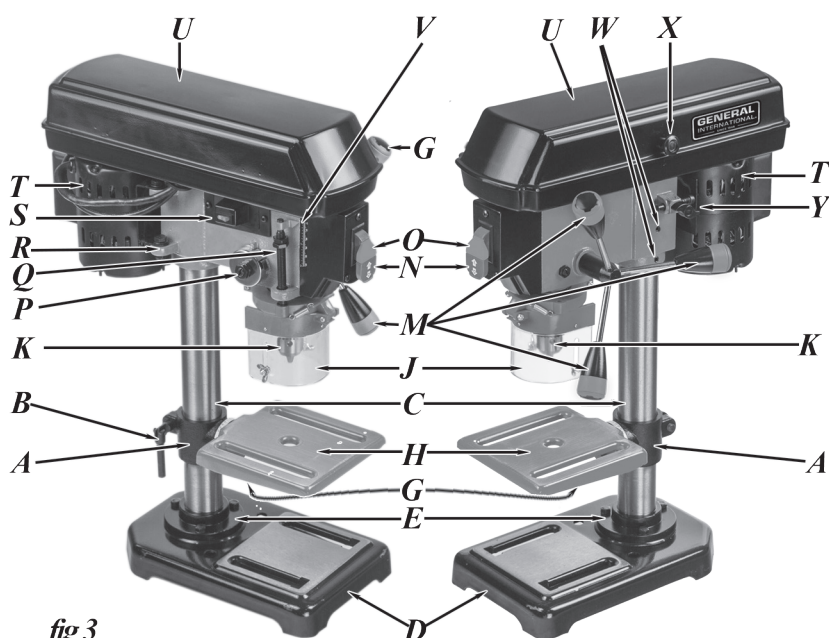

fig.3
6. À l'aide d'une clé hexagonale de 4 mm (Allen), fixer l'ensemble de la tête en place par serrant la tête verrouiller les vis de réglage (de W, fig 3) sur le côté droit de la tête.
12. Installez une M5 x 12 vis à tête cylindrique à l'intérieur de la couverture poulie à travers le trou et fixer la poignée (X, fig 3) de l'extérieur.
13. Fixer le garde du mandrin (J, fig 3) à la partie inférieure exposée du tube de fourreau. Ne pas trop serrer.
1. Repérez l'interrupteur du laser (T, fig 3) sur le côté gauche de la tête.
2. Pour déplacer la courroie, desserrez le bouton de verrouillage de la tension de la courroie (Y, fig 3) sur le coté droit de l'ensemble de tête, et à faire pivoter le moteur vers l'avant de sorte de réduire la distance entre poulie moteur et l'arbre de poulie.
6. Insérez la mèche dans le mandrin (K, fig 3) assez loin pour obtenir un maximum prise des mâchoires du mandrin. Assurez-vous que la mèche est centrée dans le mandrin.
11. La profondeur de forage peut être contrôlée en observant l'indicateur et échelle de profondeur (V de la fig 3), sur le côté gauche de la tête de la perceuse, ou il peut être réglée très précisément en utilisant les écrous de butée de profondeur sur la jauge (Q, fig 3).